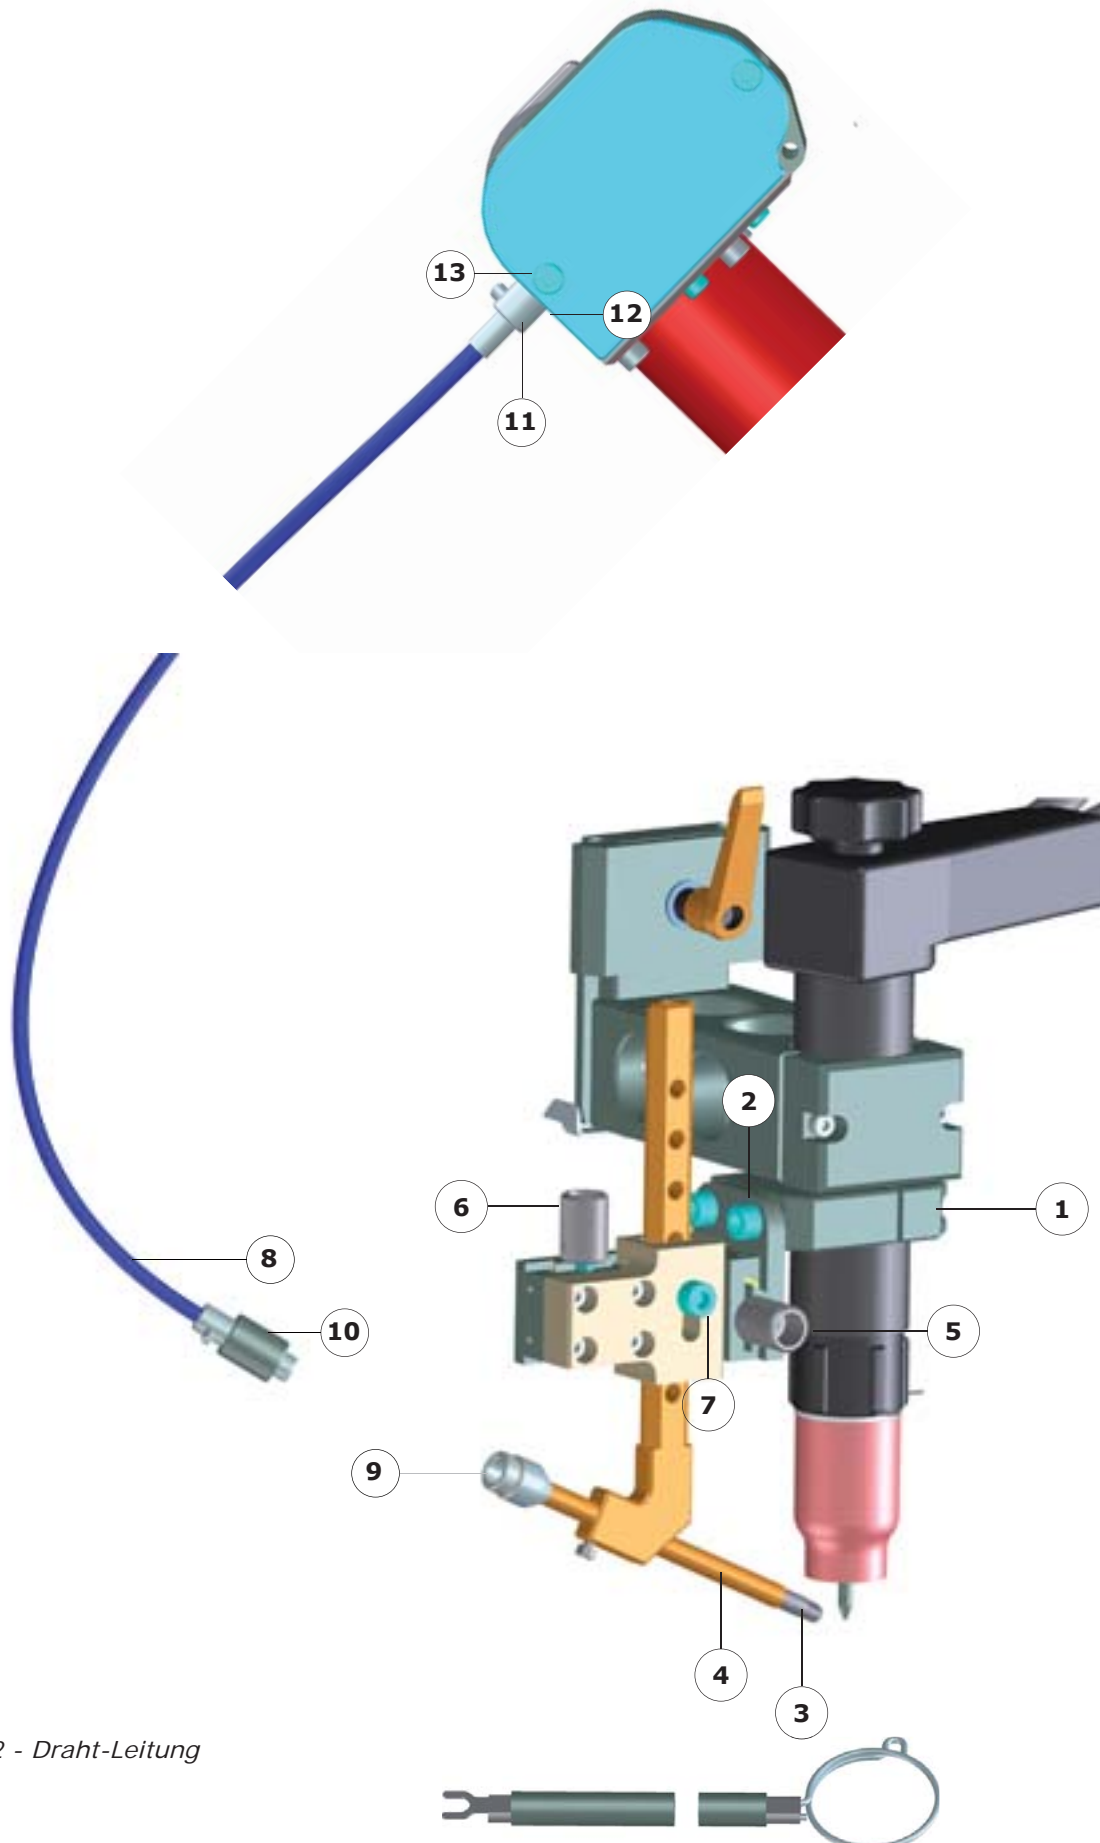

Abb. 5.12 - Draht-Leitung
Die Drahtführung ist mit zwei Zylinderschrauben mit Innensechskant M4 (Abb. 5.12 - Index 2) an dem Klemmträger (Abb. 5.12 - Index 1) befestigt. Zum Regulieren der Drahtposition kann die Drahtführung in Längsrichtung, in Querrichtung und in achsialer Richtung verstellt werden.
- Die Drahtauslaufdüse (Abb. 5.12 - Index 3) wird auf das Drahtführungsrohr (Abb. 5.12 - Index 4) geschraubt.
- Die beiden Schrauben (Abb. 5.12 - Index 2) entfernen.
- Die Position der Drahtführung durch Einlegen von einem oder mehreren Passelementen zwischen Drahtführungsschlitten und Klemmträger (Abb. 5.12 - Index 1) in gewünschter Weise korrigieren.
- Die beiden Schrauben (Abb. 5.12 - Index 2) wieder einsetzen und festziehen.
- Den Drehknopf (Abb. 5.12 - Index 5) betätigen.
- Den Drehknopf (Abb. 5.12 - Index 6) betätigen.
- Lösen der Schraube (Abb. 5.12 - Index 7).
- Einstellung durch Festziehen der Schraube (Abb. 5.12 - Index 7) sichern.
- Das Endstück des Drahtführungsschlauches (Abb. 5.12 - Index 11) in die Bohrung am Drahtvorschub (Abb. 5.12 - Index 12) einführen.
- Den Drahtführungsschlauch mit der Schraube (Abb. 5.12 - Index 13) befestigen.
- Das Endstück des Drahtführungsschlauches (Abb. 5.12 - Index 8) in die Hülse des Drahtführungsrohres (Abb. 5.12 - Index 9) stecken.
- Die Überwurfmutter (Abb. 5.12 - Index 10) auf das Drahtführungsrohr schrauben.